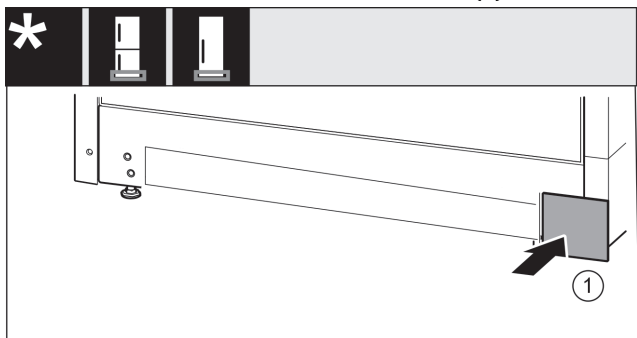

Fig. 37
- Kryt opäť nasadte na druhú stranu. *Fig. 37 (1)*